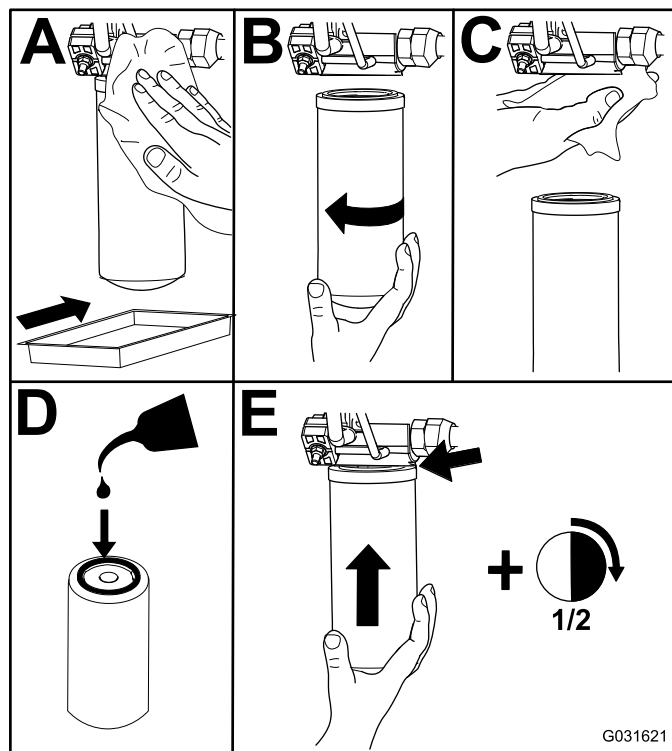

Figura 97
2. Substitua os filtros hidráulicos (Figura 97).